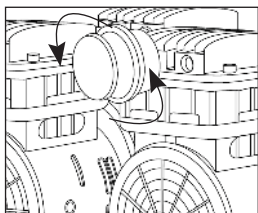

Рис. 3
- 6.6 Установите всасывающий воздушный фильтр, если он не был установлен (Рис. 3).